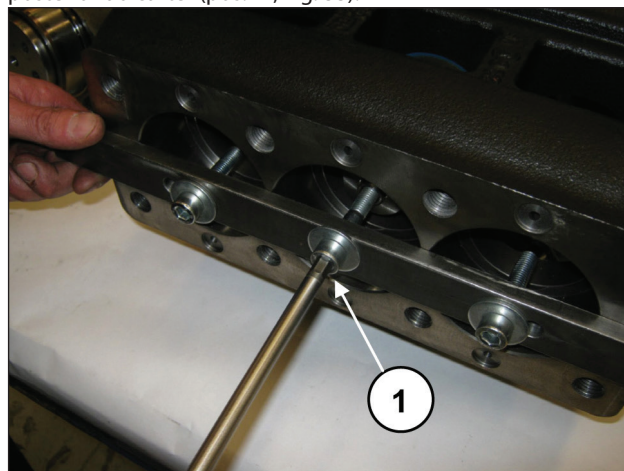
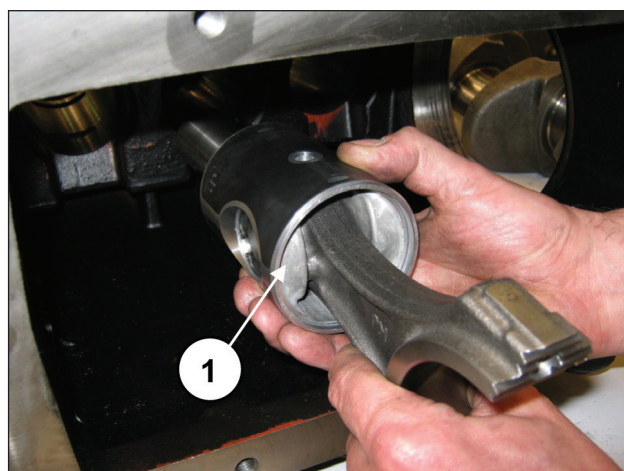

Fig. 32
Fig. 33
No caso de ser necessário, substitua uma ou mais bielas ou guias do pistão, procedendo conforme a seguir: Prossiga com o desapertar dos parafusos da ferramenta, cód. 27566200 para desbloquear as hastes (pos. ①, Fig. 32) e, em seguida, extraia os grupos da haste-guia do pistão da abertura posterior do cárter (pos. ①, Fig. 33).
Remova a ferramenta para o bloqueio das bielas, cód. 27566200 (pos. ①, Fig. 32).